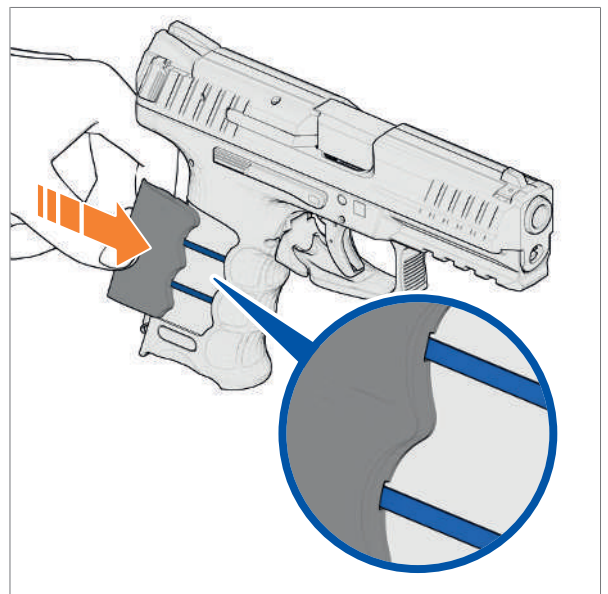

Abb. 26: Griffschalen in die Führungen schieben
1. Griffschalen von hinten nach vorne in die Führungen des Griffstücks schieben (Abb. 26).